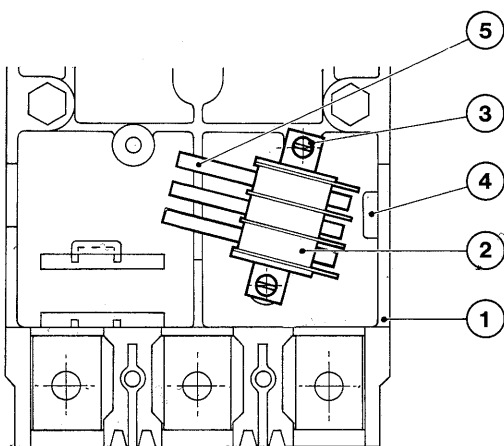
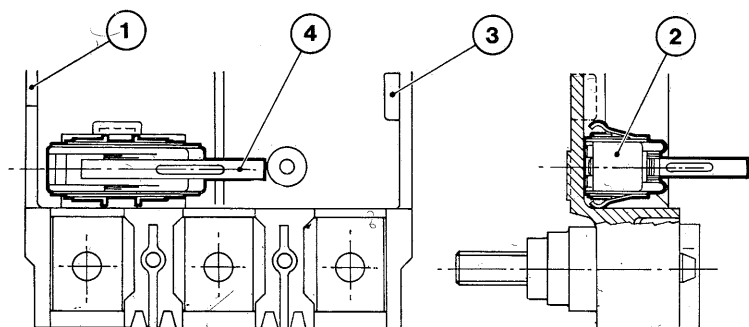

Fig. 19
Fig. 20
**8.4. Commutatori di segnalazione di interruttore inserito** 2 oppure 4 oppure 6 commutatori solo per interruttori in esecuzione estraibile o sezionabile (fig. 19)
- estrarre l'interruttore dalla base fissa (1) dopo aver allentato le coppie di viti superiori e inferiori
- collegare secondo lo schema elettrico i cavetti ai morsetti dei commutatori (2)
- fissare il gruppo dei commutatori (2) alla base fissa (1) mediante le viti (3) e infilare i cavetti nelle apposite fessure (4)
- inserire l'interruttore nella base fissa (1) e controllare il funzionamento elettrico dei commutatori a interruttore inserito e disinsertito
- se il funzionamento non è regolare, piegare a seconda delle necessità le levette (5)
**8.5. Commutatori di segnalazione di interruttore sezionato** solo per interruttori in esecuzione sezionabile (fig. 20)
- estrarre l'interruttore dalla base fissa (1)
- collegare secondo lo schema elettrico i cavetti ai morsetti del commutatore (2)
- alloggiare il commutatore nella basetta (1) e infilare i cavetti nelle apposite fessure (3)
- se il funzionamento non è regolare, piegare a seconda delle necessità, la levetta (4).
**8.4. Auxiliary switches for breaker connected indication** 2 or 4 or 6 switches, only for plug-in or draw-out breakers (fig 19)
- loosen the upper and lower couples of screws and remove the breaker from the stationary portion (1)
- connect the cables to the switches (2) following the electric diagram
- secure the switches (2) to the stationary portion (1) with screws (3) and lead cables through slots (4)
- connect the breaker to the stationary portion (1) and check the performance of switches with the breaker connected and disconnected;
- should it not be correct bend levers (5) properly
**8.5. Auxiliary switches for breaker isolated indication** only for draw-out breakers (fig. 20)
- draw the breaker out of stationary portion (1)
- connect the cables to the switch (2) clamps according to electric diagram
- accomodate the auxiliary switch in the stationary portion (1) and lead the cables through proper slots (3)
- should performance not be correct bend suitably lever (4).